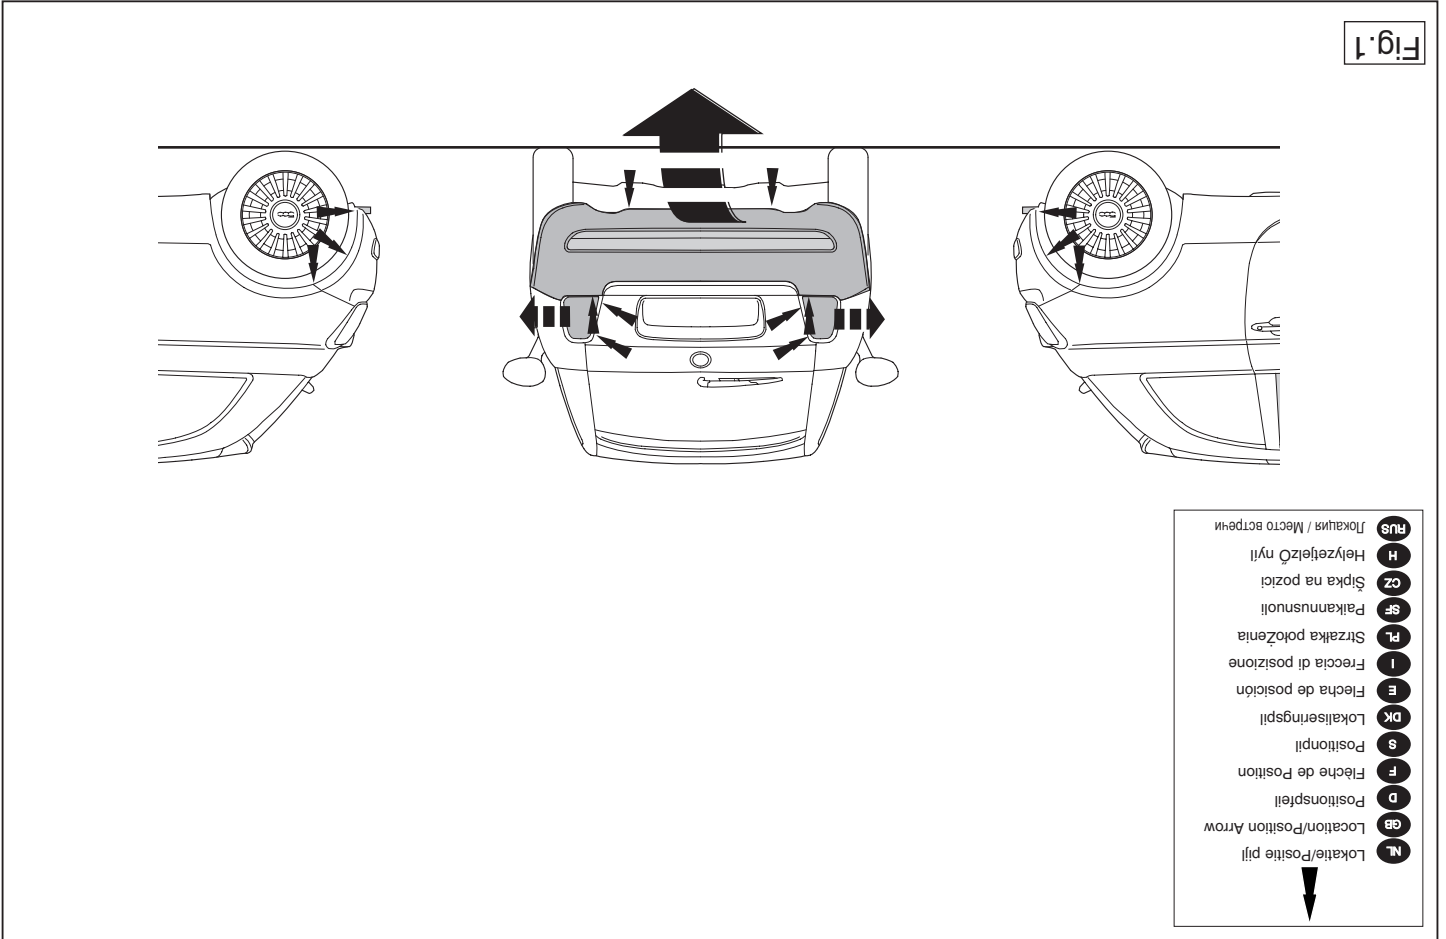

Fig. 1
1. Remove the bumper and the steel buffer beam from the vehicle. (See figure 1).
1. Die Stoßstange einschließlich des stählernen Stoßbalkens vom Fahrzeug abmontieren. (Siehe Abbildung 1).
1. Déposer le pare-chocs du véhicule y compris la traverse en acier. (Voir la figure 1).
1. Demonter kofangeren, inklusive køretøjets stålstødbjælke. (Se fig. 1).